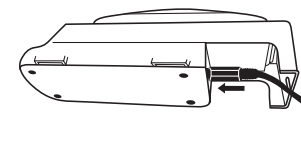

Fig. 1a
- Brancher le cordon d'alimentation TR-941N dans le support (Fig. 1a).